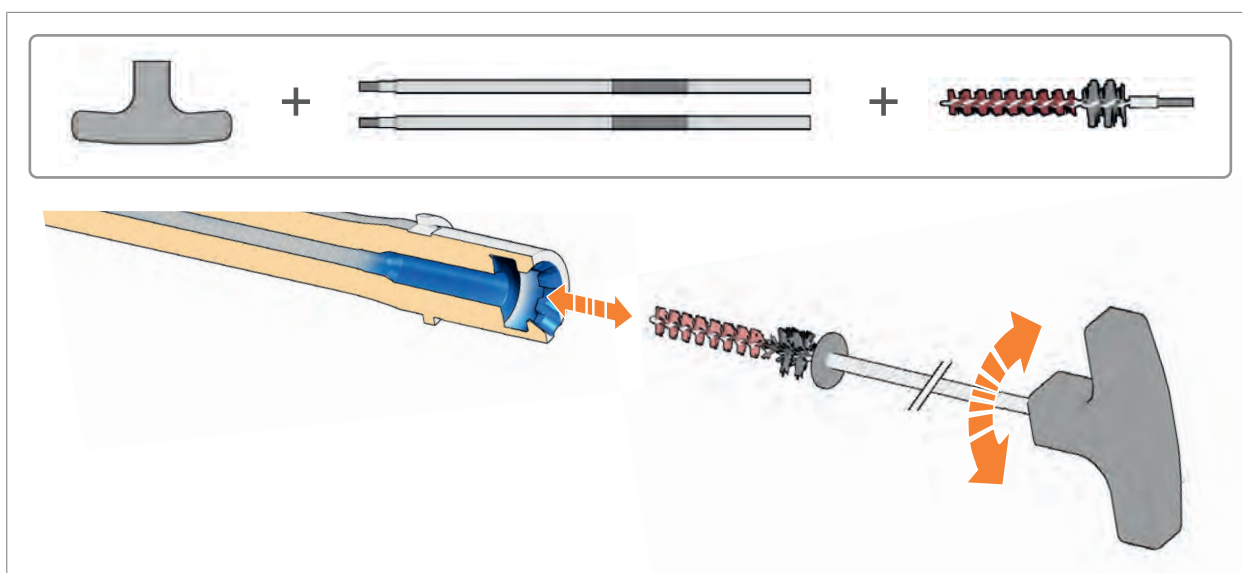

Abb. 103: T-Griff verwenden
1. T-Griff, 2 Verlängerungsstangen und Reinigungsbürste für Patronenlager und Verriegelungsstück zusammenschrauben (Abb. 103).
2. Patronenlager und Verriegelungsstück mit Reinigungsbürste reinigen (Abb. 103).